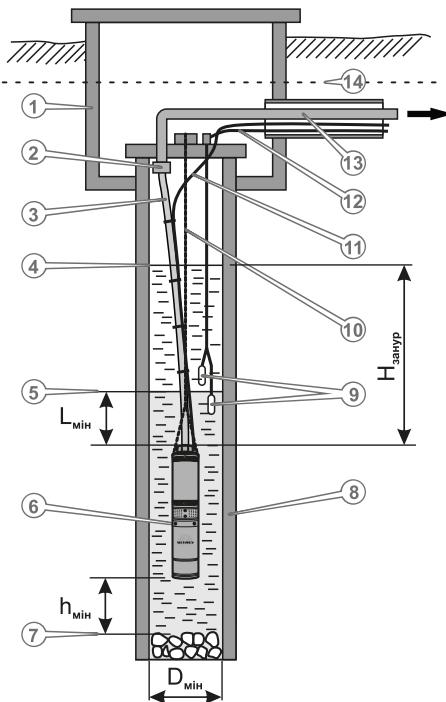

Рисунок 5. Схема монтажу насоса свердловинного.
5.1.4 Монтаж виробу (рисунок 5).